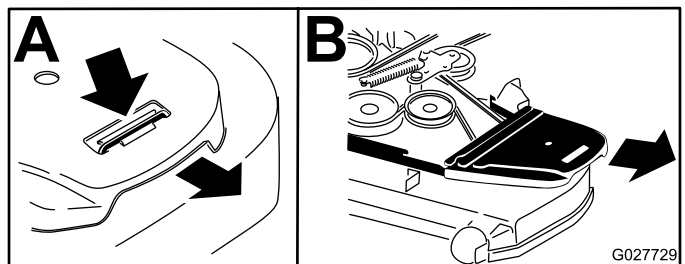

Figura 91
4. Retire las cubiertas de la correa (Figura 91).